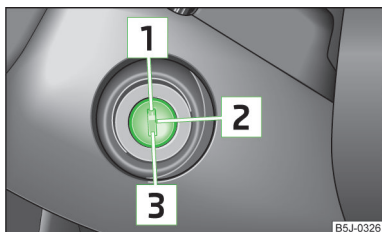

Fig. 87
- Durante la marcha con el motor parado, la llave de encendido ha de estar siempre en la posición [\[2\]](#) » fig. 87 de la página 97 (encendido conectado). Esta posición se indica encendiéndose los testigos de control. Si no es así, podría producirse inesperadamente el bloqueo de la dirección. ¡Existe peligro de accidente!
Si la **dirección está bloqueada** y no se puede girar la llave de contacto a la posición **2** » fig. 87 o resulta muy difícil, se debe ligeramente el volante hacia los lados para liberar el bloqueo de la dirección.
- Pisar el pedal del embrague a fondo, conectar el encendido **2** » fig. 87 de la página 97 y arrancar **3**; no acelerar. Mantener el pedal de embrague pisado a fondo hasta que el motor arranque.
Parar el motor girando la llave de contacto a la posición **1** » fig. 87 de la página 97.